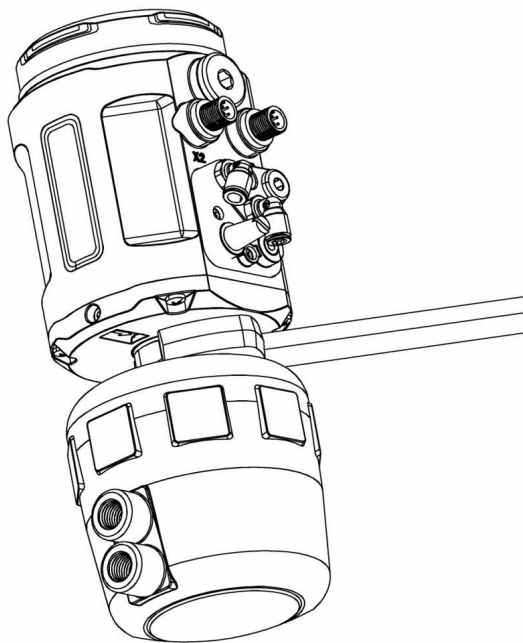

Рисунок 6 – Установка позиционера на пневмопривод
5) Установите позиционер на пневмопривод клапана и затяните резьбовое соединение ключом (см. рисунок 6).